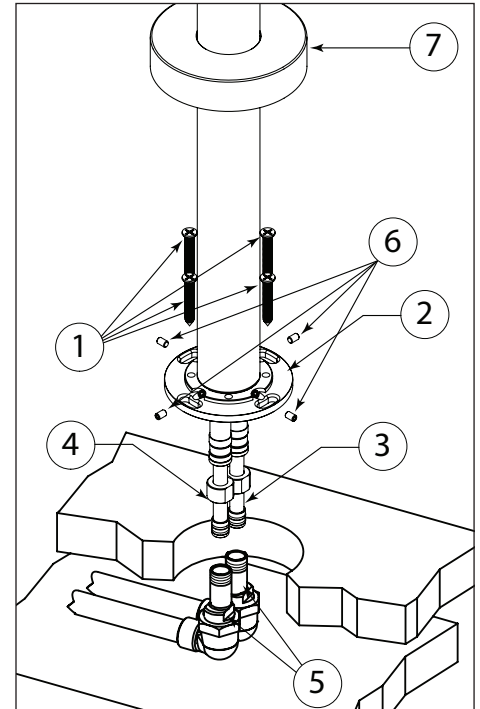

Fig.3
Separate the adaptors from the hoses by unscrewing the nut (4) (fig.3) while pulling-out at the same time (until the thread is engaged). Referring to fig.3, install the asymmetrical hose adaptors to the supply-pipes inlets. Be aware that you can also use 8mm (5/16") allen keys to thread the adaptors in place. For a trouble-free installation bring the 2 hoses adaptors as close from one another as possible. The max C-C which can be accommodated is 23mm.
Séparer les adaptateurs des alimentations flexibles en dévissant leurs écrous (4) (fig. 3), tout en exerçant une traction (jusqu'à ce que le pas de vis soit engagé). Se référant à la fig.3, installer les adaptateurs asymétriques sur les arrivées d'eau chaude et froide. Vous pouvez aussi utiliser une clé Allen 8mm (5/16") pour fixer les adaptateurs en place pour une meilleure installation. Positionner les deux adaptateurs pour qu'ils soient aussi proche que possible. Le C-C maximum qui peut être accepté est 23mm.
Completely insert the hot and cold hose-ends (3) into the appropriate adaptors (5) and lock in place using the nut with "endless" thread (4), and turn until it becomes loose. (fig.3). Fix the faucet flange (2) with 4 screws. Make sure the spout is properly lined-up; adjust as required using the 4 set screws (6) at the base of the pedestal. Lower the decorative flange (7) to the floor.
Enfoncer complètement les embouts des alimentations flexibles (3) dans les adaptateurs appropriés (5) et les sécuriser en place à l'aide des écrous (4) au filet « sans fin ». Visser jusqu'à ce que le mouvement soit libre (fig.3). Fixer la base (2) au plancher à l'aide de 4 vis. Assurez-vous que le bec est bien aligné ; ajustez-le au besoin en utilisant les 4 vis de réglage (6) à la base du piédestal. Abaisser la bride décorative au sol (7).